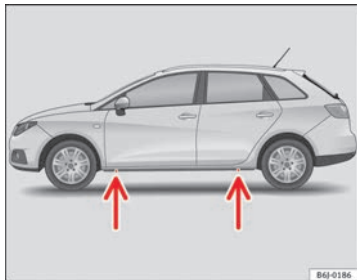

Abb. 146 Aufnahme-
- Suchen Sie den Aufnahmepunkt am Unterholm, der dem zu wechselnden Rad am nächsten liegt ⇒ Abb. 146.
Am Unterholm kennzeichnen jeweils vorn und hinten Eindrückungen die Stellen, an denen der Wagenheber angesetzt werden darf ⇒ Abb. 146. Es gibt für jedes Rad genau eine Stelle. An anderen Stellen darf der Wagenheber nicht angesetzt werden.